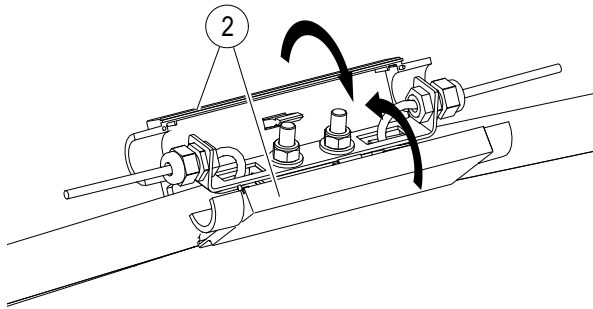
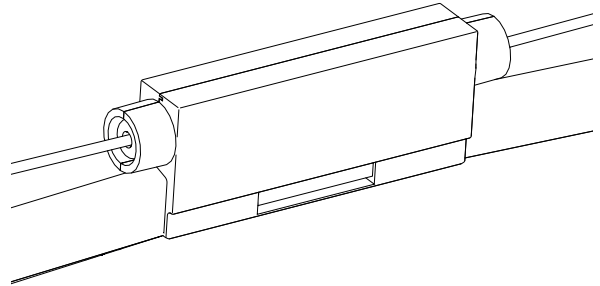

Abb. 41: Klipsen Sie die beiden Kappenhälften zusammen
Abb. 42: Kappenhälften sind zusammengeklippt (ohne Verschraubung und Tülle)
- Klipsen Sie die beiden Kappenhälften (2) zusammen (siehe Abb. 41 und Abb. 42).
- Schneiden Sie die Tülle (4) auf und montieren Sie die Verschraubung (3) und die Tülle (4) (siehe Abb. 41).